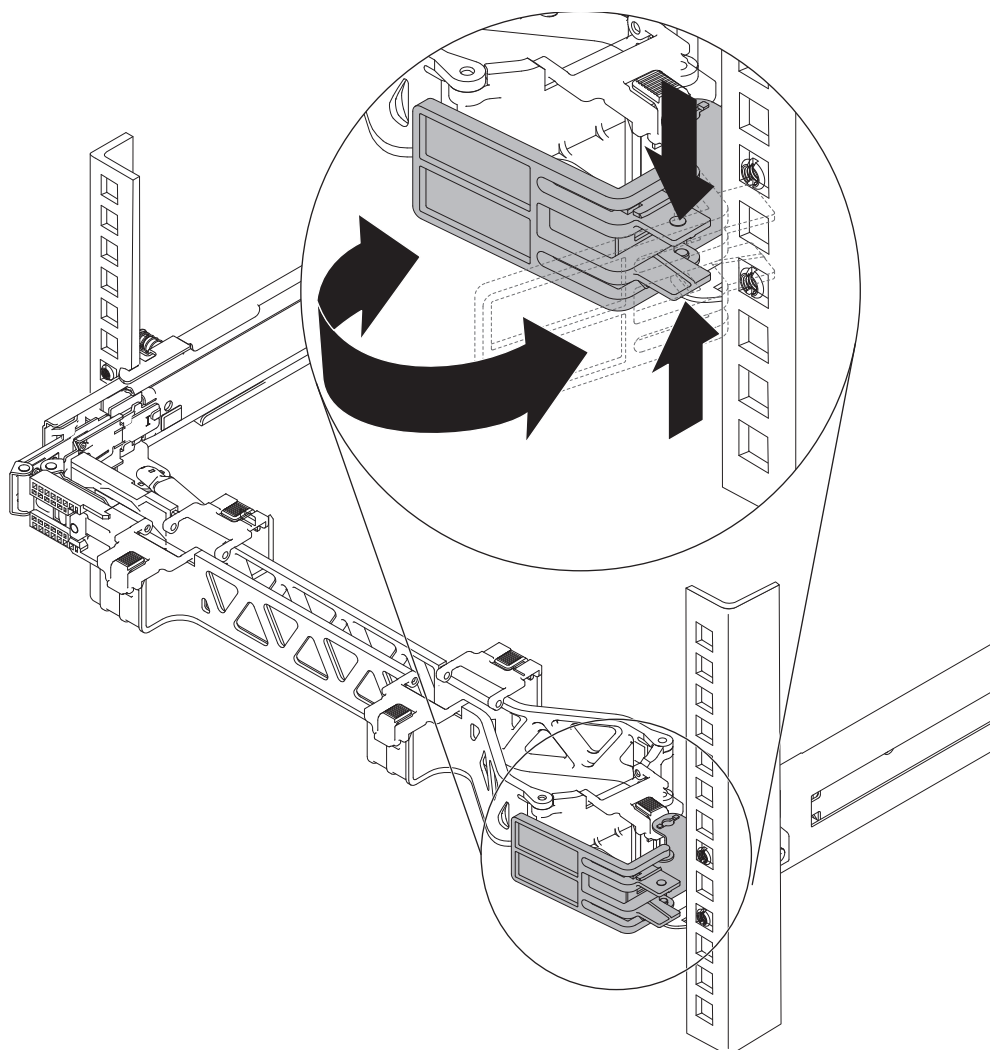

Figura 10. Abrindo a trava do suporte para organização de cabos
5. Abra a trava do suporte para organização de cabos, conforme mostrado na Figura 10 na página 19.